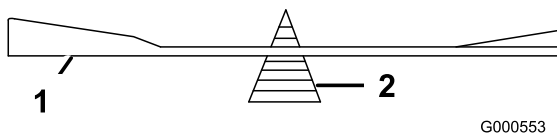

Figure 77
2. Vérifiez l'équilibre de la lame en la plaçant sur un équilibreur (Figure 77).